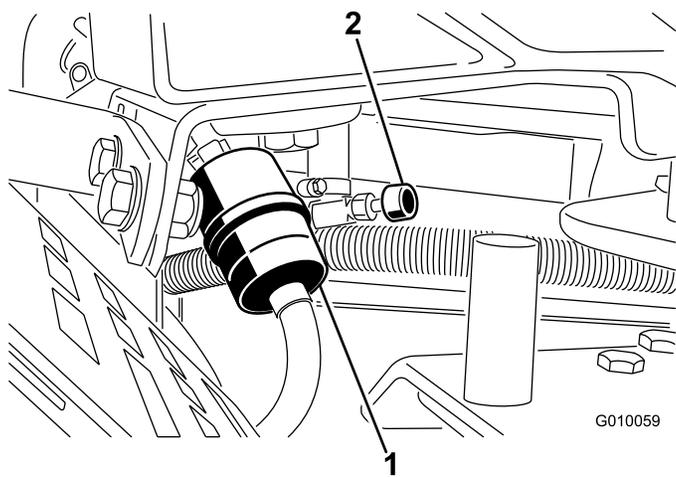

Bild 49
- Schließen Sie den Kraftstoffhahn (Bild 49).
3. Drücken Sie die Enden der Schlauchklemmen zusammen und schieben Sie sie vom Filter weg (Bild 49).
5. Setzen Sie einen neuen Filter ein und schieben Sie die Schlauchklemmen an den Filter heran (Bild 49).
7. Öffnen Sie den Kraftstoffhahn (Bild 49).
2. Schließen Sie den Kraftstoffhahn (Bild 49).
3. Lockern Sie die Schlauchklemme am Kraftstofffilter und schieben Sie sie an der Kraftstoffleitung weg vom Kraftstofffilter (Bild 49).
4. Ziehen Sie die Kraftstoffleitung vom Kraftstofffilter (Bild 49). Öffnen Sie den Kraftstoffhahn und lassen den Kraftstoff in einen Kanister oder eine Auffangwanne ablaufen.
5. Bringen Sie die Kraftstoffleitung am -filter an. Schieben Sie die Schlauchklemme ganz an den Kraftstofffilter heran, um die Kraftstoffleitung zu befestigen (Bild 49).